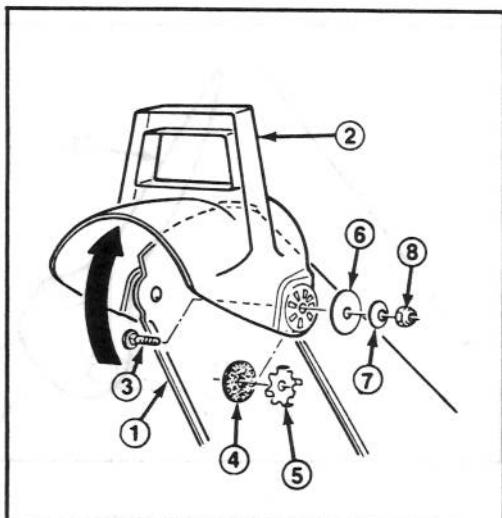

Figure 11
2. Fixez le côté gauche du déviateur sur l'éjecteur à l'aide du boulon de carrossier, la rondelle en caoutchouc, la plaque de frottement, la rondelle plate et l'écrou de blocage. Vérifiez que la rondelle de caoutchouc et la plaque de frottement se trouvent entre l'éjecteur et le déviateur et que les languettes de la plaque de frottement sont insérées dans les trous du déviateur. La figure 11 indique l'ordre correct de montage des pièces.